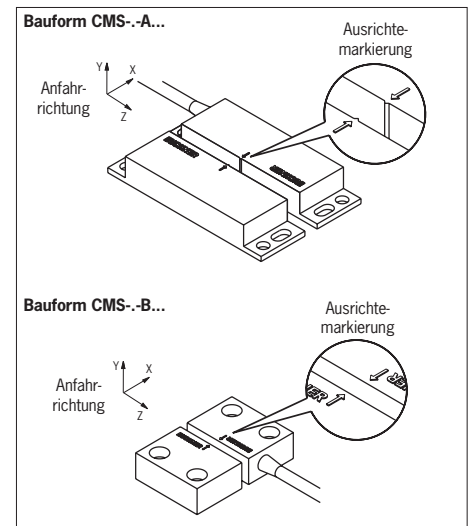

Bild 1: Ausrichtung Lesekopf und Betätiger
Die Einbaulage von Lesekopf und Betätiger ist beliebig. Ausrichtung von Lesekopf zu Betätiger beachten (siehe Bild 1).
- die aktiven Flächen von Lesekopf und Betätiger bei geschlossener Schutzeinrichtung deckungsgleich gegenüber liegen (siehe Bild 1)
- Bei geringer Anfahr- und Abfahr-Geschwindigkeit zwischen Lesekopf und Betätiger sollte die Anfahr- und Abfahr-Richtung **Z** (siehe Bild 1) vermieden werden.